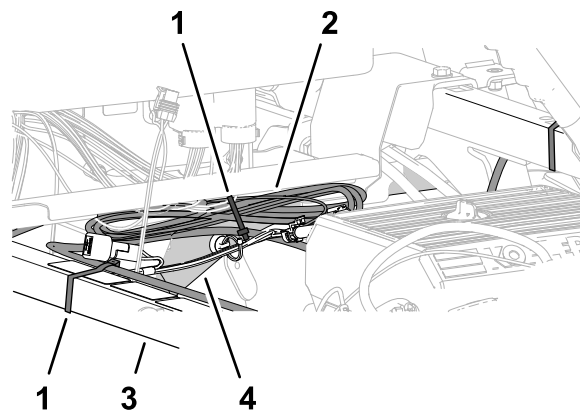

Figura 215
1. Reúna o comprimento em excesso da cablagem de dados contra o tubo da estrutura superior direita (Figura 215).
2. Alinhe a cablagem de dados com o tubo de suporte do para-choques e prenda a cablagem ao tubo com uma braçadeira de cabos (Figura 215).
3. Alinhe o feixe da cablagem de dados com o tubo da estrutura superior direita e prenda o feixe da cablagem à estrutura com uma braçadeira de cabos (Figura 215).